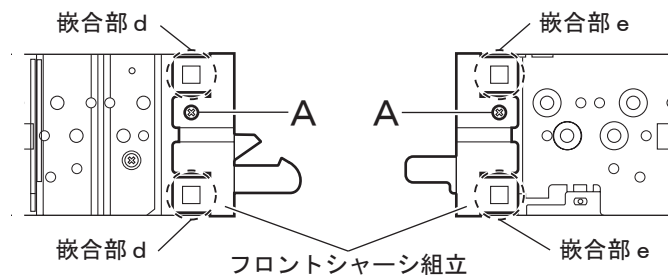

図 3
3.1.3 フロントシャーシ組立の外し方 (図3,4参照)
- (1) 本体両側面より、フロントシャーシ組立を取り付けているネジ A 2 本を外します。(図3参照)
- (3) 本体両側面より、嵌合部 d 2 カ所と e 2 カ所を外し、フロントシャーシ組立を前方向に外します。(図3参照)